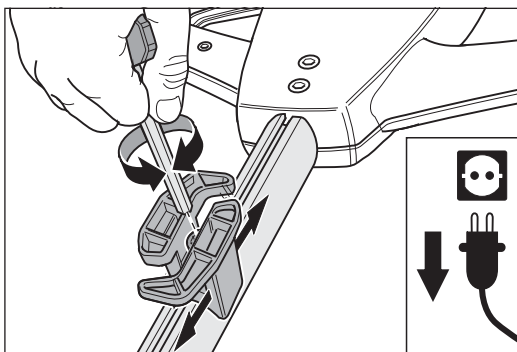

Abb. 26 Die Schraube nur lösen und **nicht** ganz herausdrehen. Dann den Kabelhalter verschieben und die Schraube wieder festziehen.
- 1 Drehen Sie die Schraube in der Mitte des Kabelhalters mit einem Innensechskantschlüssel nur soweit heraus, bis sich der Kabelhalter mit dem Nutstein verschieben lässt (Abb. 26).
- 2 Schieben Sie den Kabelhalter in die gewünschte Position und ziehen Sie die Schraube wieder fest. Dabei verdreht sich der Nutstein, so dass der Kabelhalter geklemmt wird (Abb. 26).